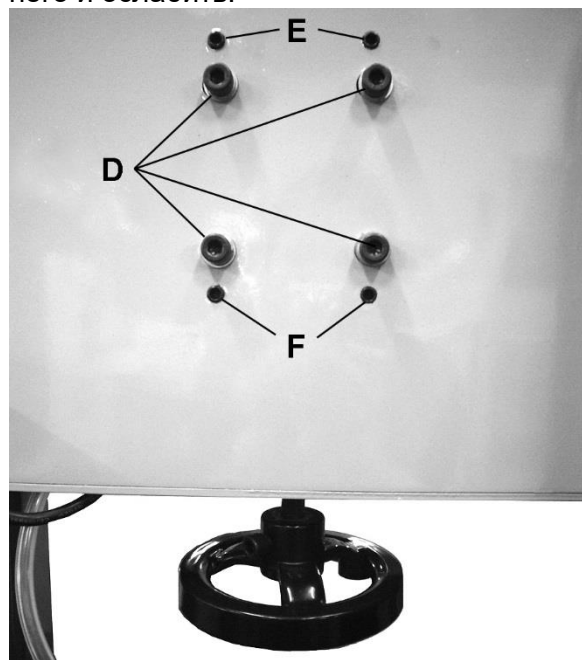

Рис. 7.
1. Немного ослабьте все четыре винта с внутренним шестигранником (D, Рис. 7).
2. Постепенно затягивайте два верхних установочных винта (E, Рис. 7), чтобы сдвинуть полотно к передней части шкива. И наоборот, затягивайте два нижних установочных винта (F, Рис. 7), чтобы сдвинуть полотно к задней части шкива.
4. Затяните все четыре винта с внутренним шестигранником (D).